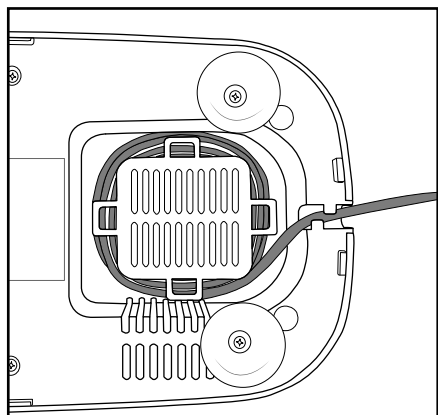

Fig. 3: Ledningsopvikling
- Rul ledningen ④ om ledningsopviklingen på undersiden af produktet (fig. 3):